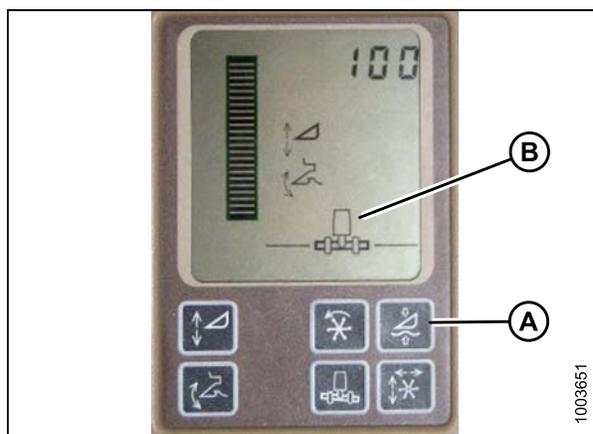

Figure 3.181: Écran de la moissonneuse-batteuse
N'utilisez **PAS** la fonction de flottement de plateforme active (A) en combinaison avec le réglage de la hauteur automatique de la plateforme (RAHP) MacDon – les deux systèmes vont se neutraliser l'un l'autre. Le symbole de la plateforme (B) sur l'écran ne doit **PAS** être souligné d'une ligne ondulée et doit apparaître exactement comme indiqué dans la figure 3.181: Écran de la moissonneuse-batteuse, page 148 de l'affichage de la commande de la plateforme active.